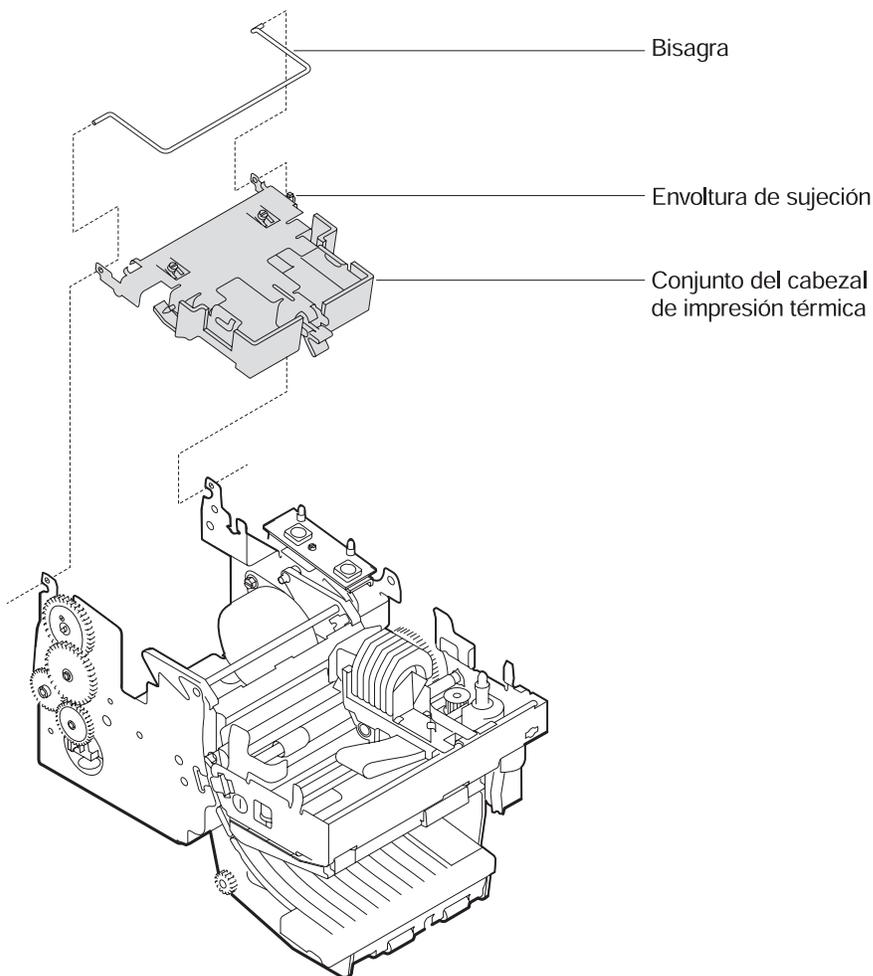

Figura 4-47. Conjunto del cabezal de impresión térmica
6. Quite la **bisagra** girándola aproximadamente 45° y apretando la barra de la bisagra para extraerla de los orificios de giro. Consulte la Figura 4-47 en la página 4-60.